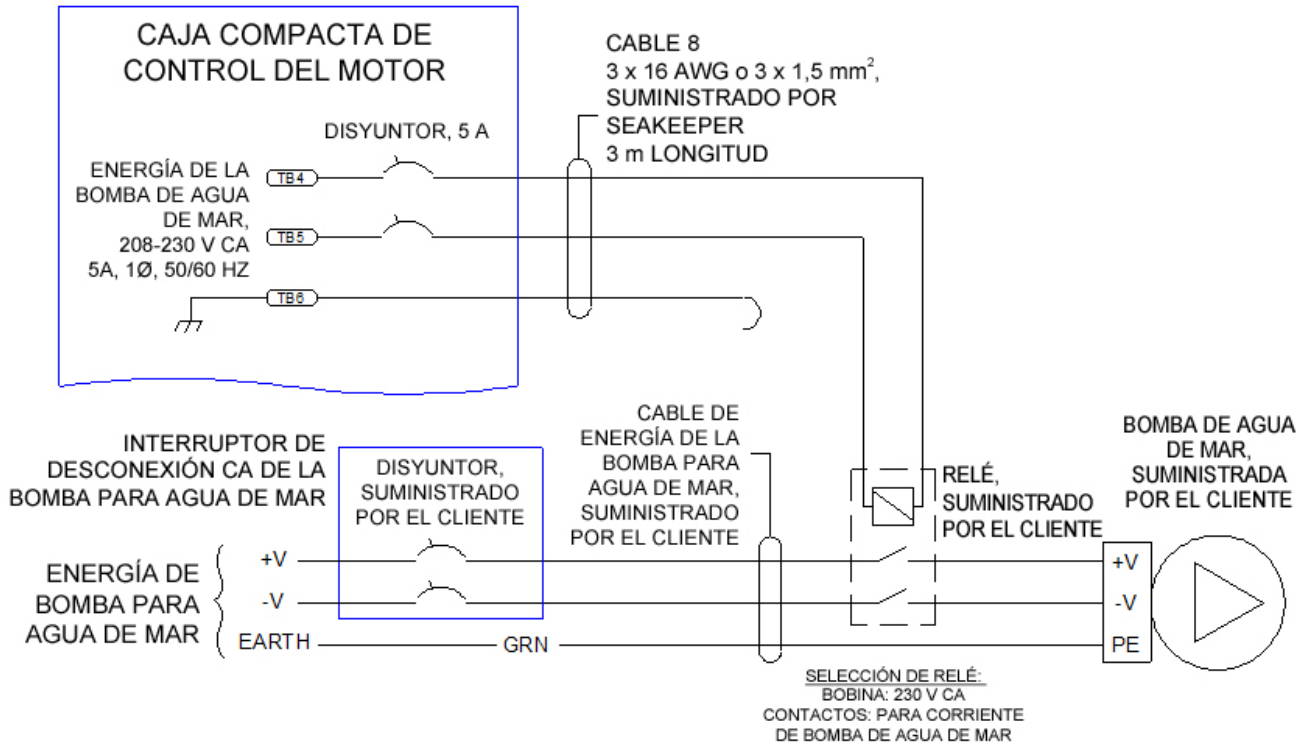

FIGURA 7 – CABLEADO RECOMENDADO PARA LAS BOMBAS DE AGUA DE MAR QUE NO SEAN DE 230 V CA
- iii. El cableado recomendado se muestra en la Figura 7. Remítase a la Figura 5 para ver las conexiones alámbricas para el Cable 8.